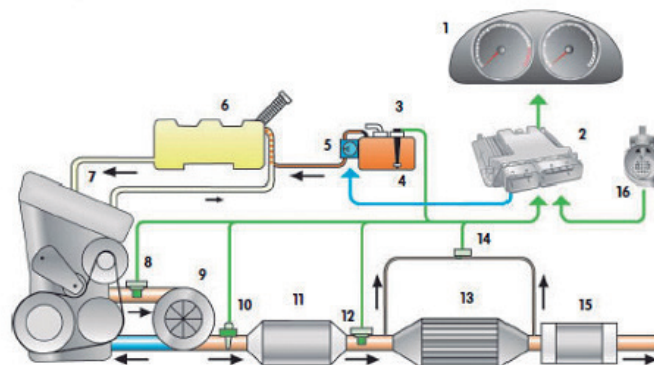

Figura 2. FAP
- Sistemas de filtro de partículas con aditivo (FAP)(Figura 2).